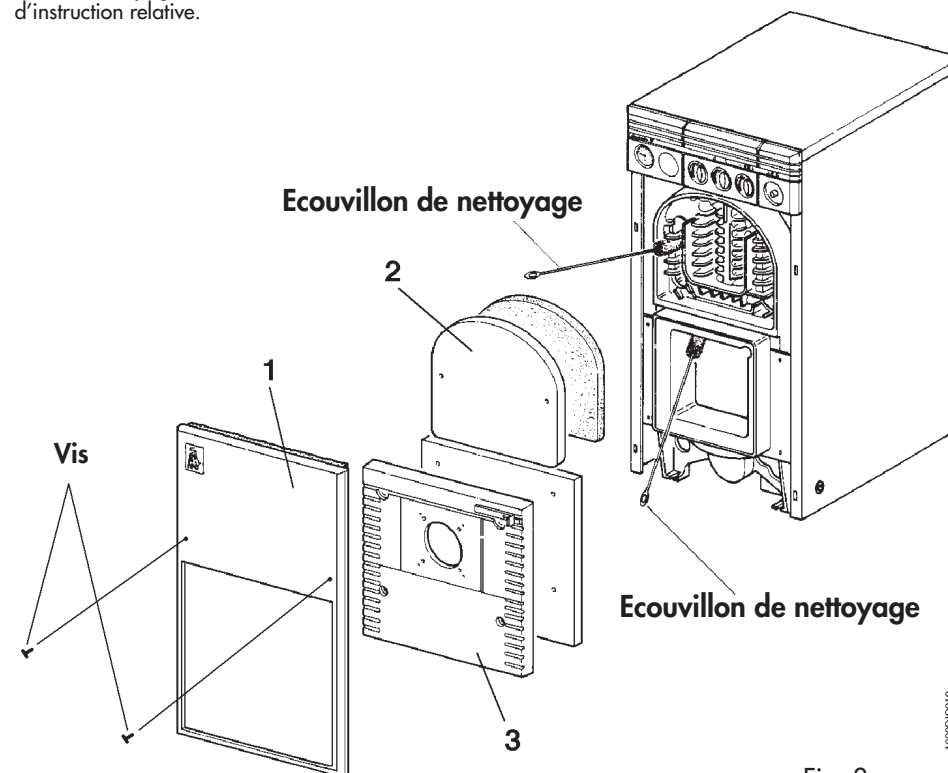

Fig. 8
- Remove the panels 1, 2 and 3 (Fig. 8);
- Retirer les panneaux 1, 2 et 3 (Fig. 8);